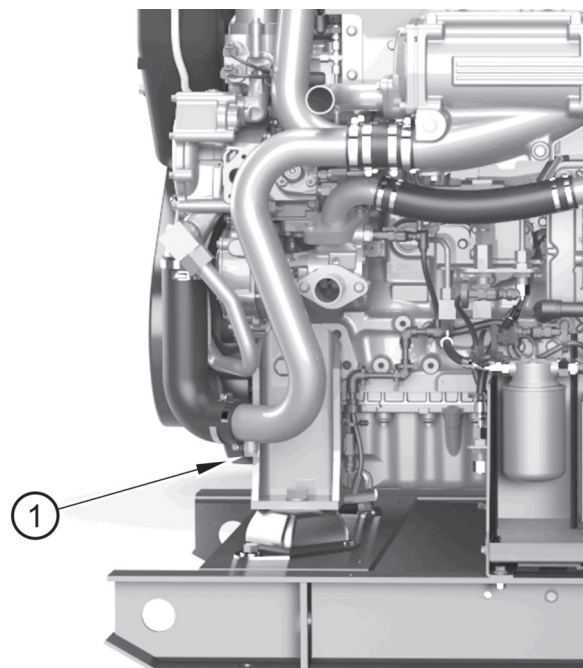

Figura 6
2. Rimuovere il tappo di scarico (figura 6 voce 1) dal tubo dello scambiatore di calore.